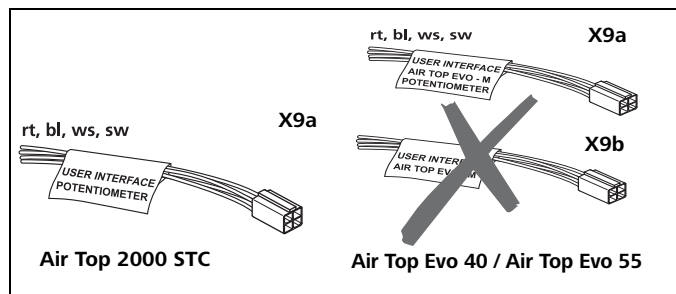
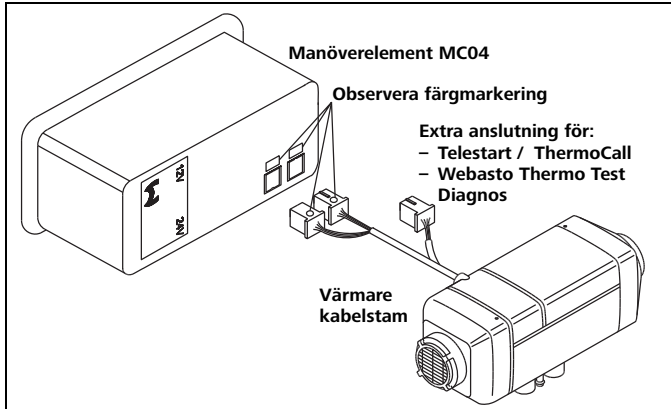

bild 42 Kabling vridreglage
bild 45 Kopplingschema Air Top Evo 40 / Air Top Evo 55 med manöverelement MC04
Se Bild 42 och kopplingsdiagrammet.
Se Bild 42 och kopplingsdiagrammet. Kontakten X9b med röd markering på kontakten behövs inte.
- Se Bild 42 (kontakt X9a och X9b), samt Bild 45.